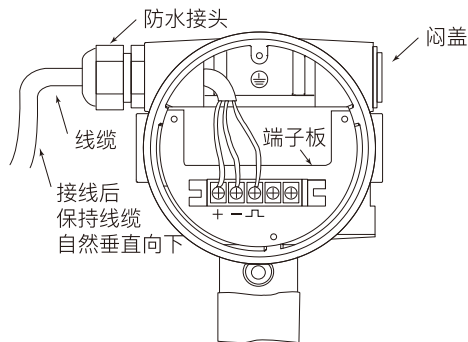

图 3.5 表头接线示意图
- 4) 在应用现场的允许条件下，建议按照图3.5进行接线，以防止水通过线缆进入仪表。